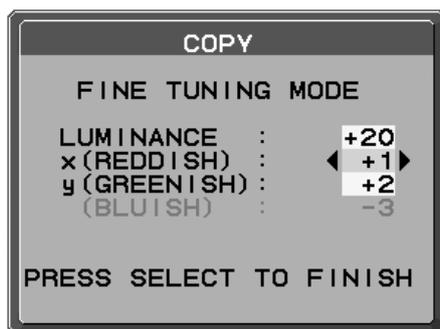

Figura C.6
10. Cuando aparezca el mensaje MODO REAJUSTE (**Figura C.6**), pulse SELECT si el resultado de la copia es satisfactorio. Si no lo es, ajuste manualmente el punto blanco con los botones "IZQ." y "DERECHA" y pulse SELECT.